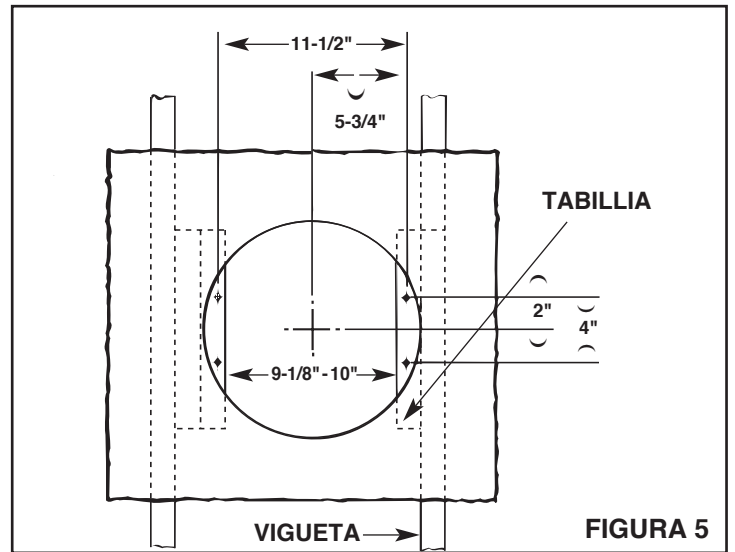

FIGURA 5
7. Refiérase a la **Figura 5**. Instale tablillas de 2 x 4 a ambas viguetas del techo. En algunos casos puede ser necesario utilizar más de una sola tablilla en un lado. La distancia entre las tablillas debe ser al menos de 9/8" pero no más de 10".